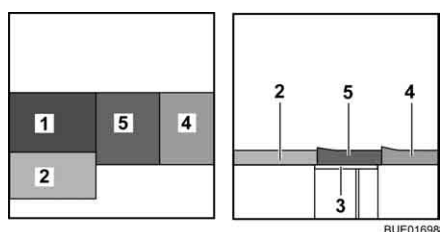

Fig. 131 Depois da transformação
- Coloque o estofado do assento (Fig. 131,5) no meio.
- Coloque o estofado do encosto (Fig. 131,4) entre o estofado do assento e a parede.